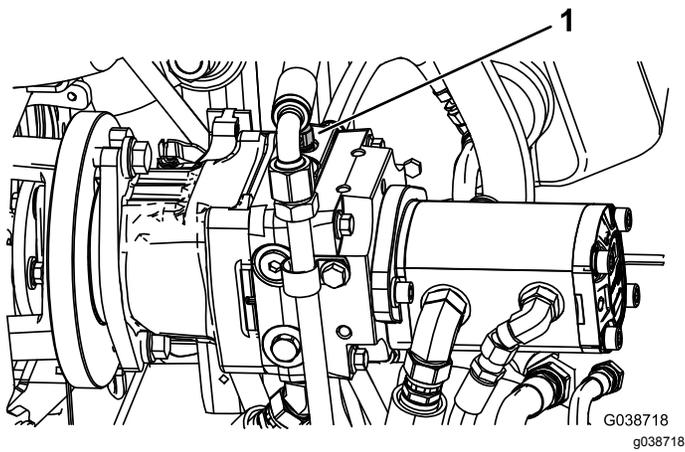

Рисунок 26
1. Найдите перепускной клапан на насосе и поверните его против часовой стрелки на два полных оборота (Рисунок 26).
2. Перед пуском двигателя закройте перепускной клапан, повернув его по часовой стрелке на два полных оборота (Рисунок 26).